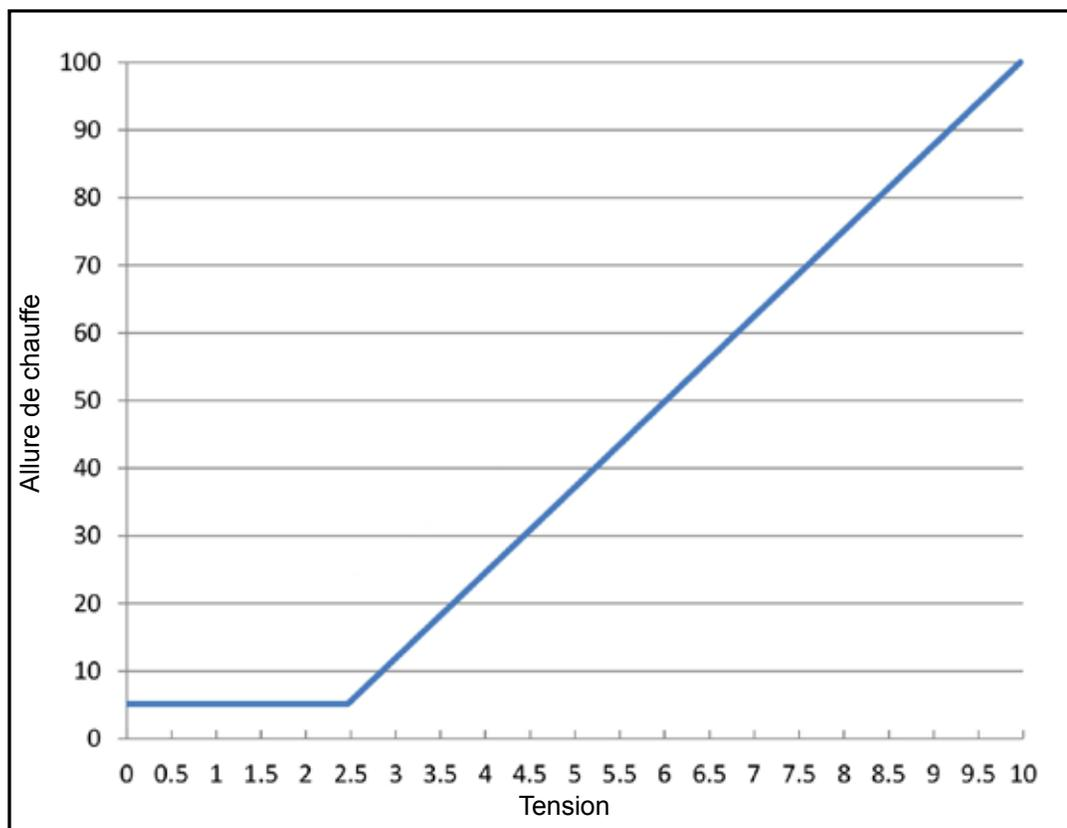

Figure 47. Exemple d'allure de chauffe externe
- L'utilisation des valeurs par défaut du Point de consigne max. (82 °C/180 °F), Point de consigne min. (60 °C/140 °F), Demande min. (2,5 VCC), Demande max. (10,0 VCC), l'appareil produit la courbe de point de consigne illustrée dans la **Figure 47**.